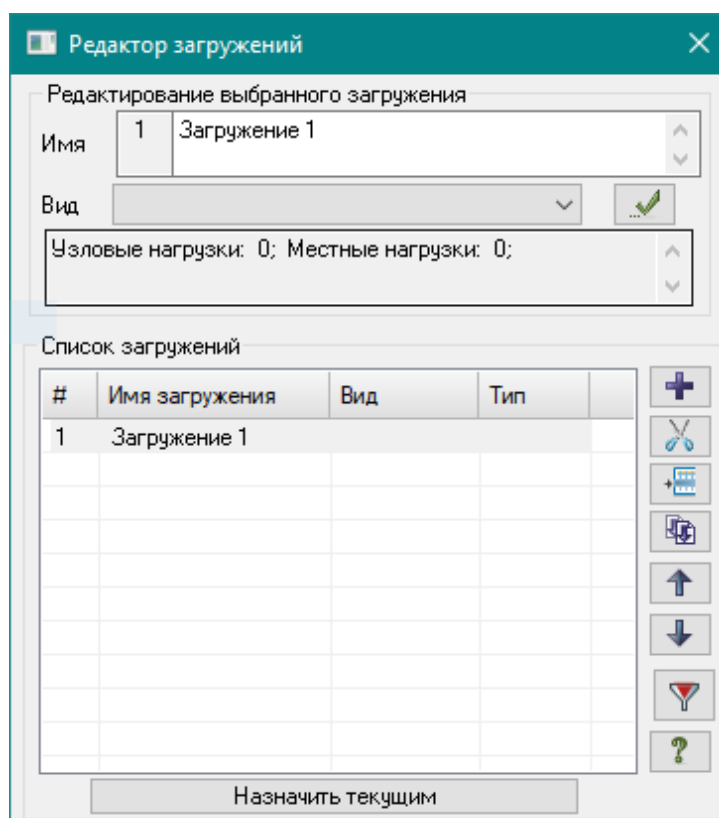

Рис.1.12. Диалоговое окно **Редактор загрузений**
*Допускается задание до 1000 загрузений. Каждому загрузению присваивается номер, произвольное имя и вид. Загружение может содержать любое количество нагрузок. Номер, имя и вид загрузки присваиваются с помощью диалогового окна **Редактор загрузений** (рис.1.12),*
Вызовите диалоговое окно **Редактор загрузений** (рис.1.12) щелчком по кнопке  – **Редактор загрузений** (панель **Нагрузки** на вкладке **Создание и редактирование**). Для Загрузения 1 в поле **Редактирование выбранного загрузения** выберите в раскрывающемся списке **Вид** строку
Так как вид загрузений задавался в диалоговом окне **Редактор загрузений** (рис.1.12) таблицу РСУ можно сформировать с параметрами, принятыми по умолчанию для каждого загрузения,